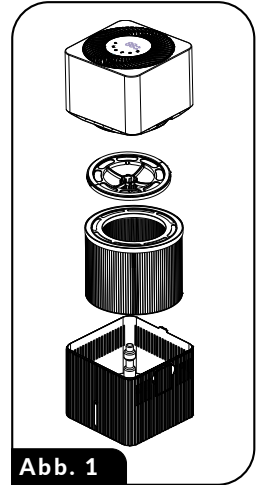

Abb. 1
4. Das Gehäuse (3) entfernen, den Blockaderring des Schwimmers (4) herausnehmen und anschließend den Filter (6) entnehmen - (Abb. 1). Die Schutzfolie vom Filter abziehen (falls vorhanden) und diesen wieder in den Behälter zurückschieben (10). Den Ring des Schwimmers wieder anbringen und das Gehäuse über den Behälter schieben (3). Das Gehäuse (3) passt nur in der korrekten Position auf den Wasserbehälter (10).
5. Den Wasserbehälter (10) mit Wasser füllen.